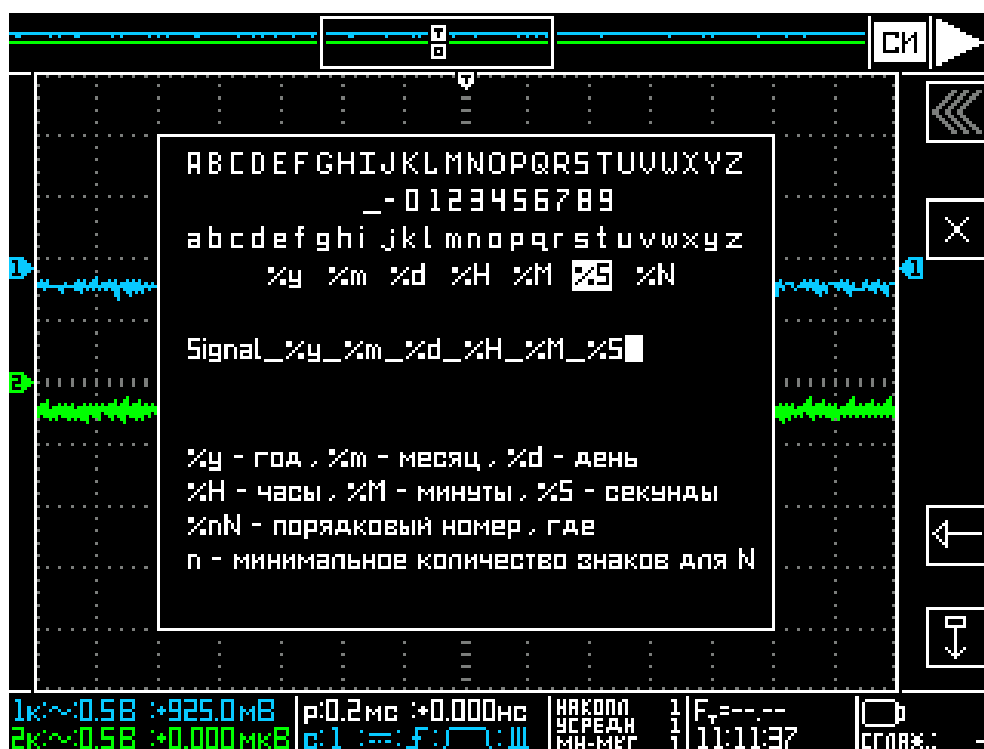

Рисунок 3.2 – Окно "ПАМЯТЬ / ВНЕШН ЗУ / МАСКА" (Пример)
1) выберите позицию **"МАСКА"** (см. рисунок 3.2), в открывшемся меню ручкой **"УСТАНОВКА"** выберите символ. Доступны латинские строчные и прописные буквы, цифры, знак подчеркивания, тире и спецсимволы: